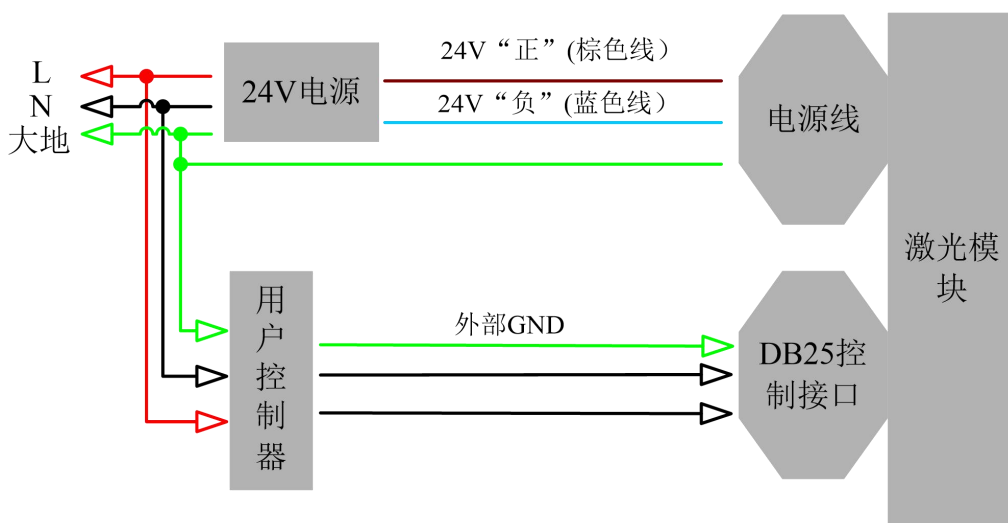

图 4 电气连接图
- 3) 请确认外部控制器的控制接口与激光器相匹配，将控制电缆接在激光器控制接口上，并可靠固定。推荐电气连接图如图 4 所示：